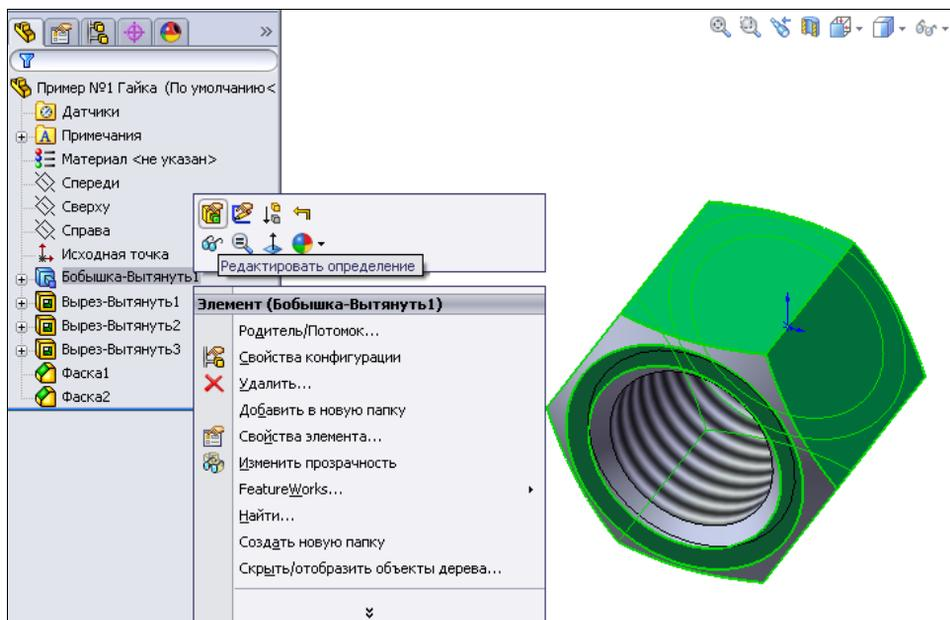

Рис. 3.16
6. Щелчком по этой строке правой кнопкой мыши и в контекстном меню выберем команду  — **Редактировать определение** (рис. 3.16).